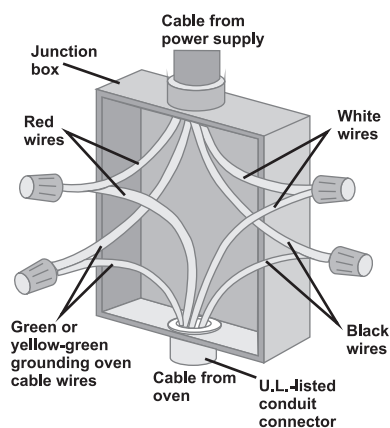

fig.2)
Pour installer dans une colonne, suivez les dimensions données dans la figure 2 suivant un dégagement de 80 à 90 mm sur le dessus et sur les côtés de la colonne. Resserez les quatre vis (ref. A) à l'intérieur du cadre pour solidifier (lma. 1).
- Connectez la borne ou fil neutre à la branche neutre du circuit de la manière habituelle (voir fig. 2 au-dessous)
Référez-vous à la **figure 2**,